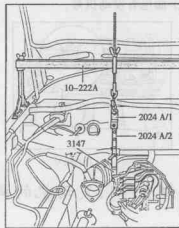

图 1-11 拆卸发动机和变速器
14. 用装配吊架 V.A. G1202A 将发动机和变速器吊起,拧下发动机和变速器下部连接固定螺栓,见图 1-11。